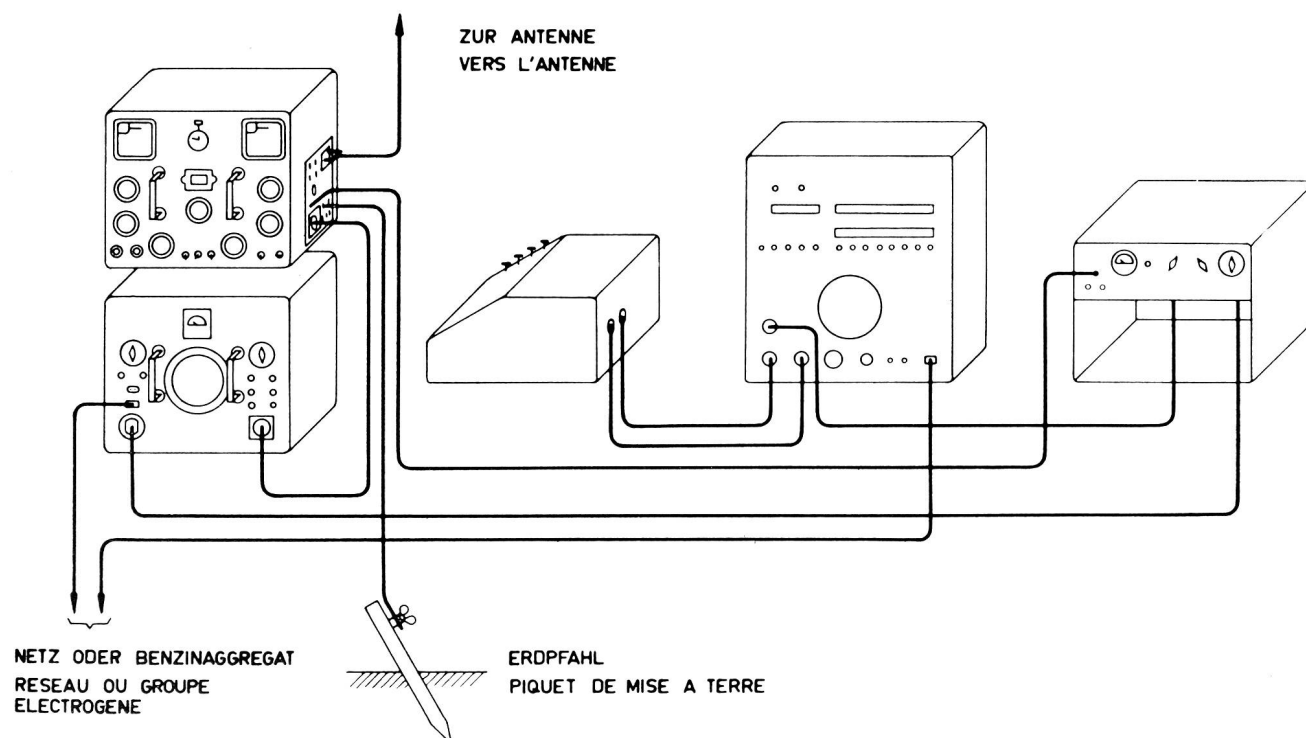

Fig. 28
- Commande locale avec ETK voir fig. 28